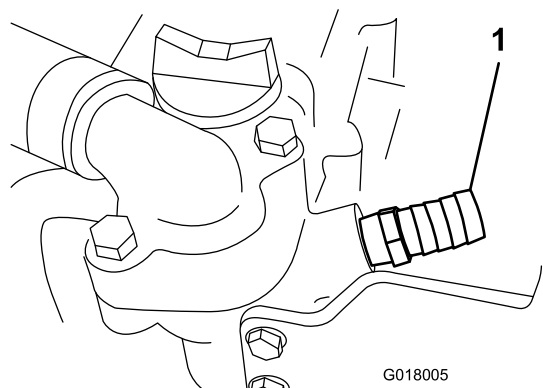

図 20
2. ドリップパンを置く。サーモスタットハウジングの前下にあるプラグを抜き、5/8 インチのストレートフィッティングにパイプシーラントを塗ってユニットに取り付ける図 20。